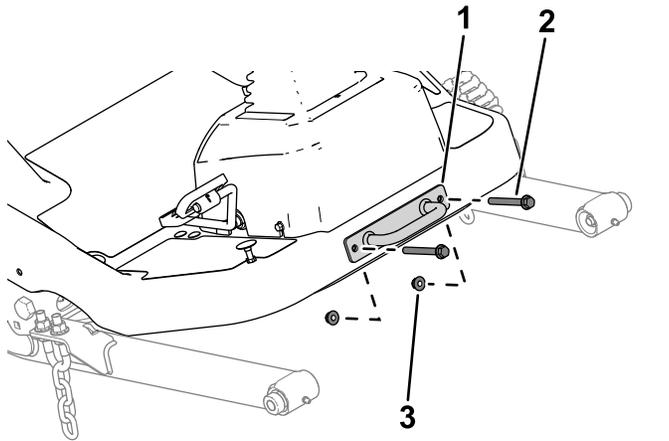

Figura 17
- Retire la placa de amarre de la plataforma (Figura 17).